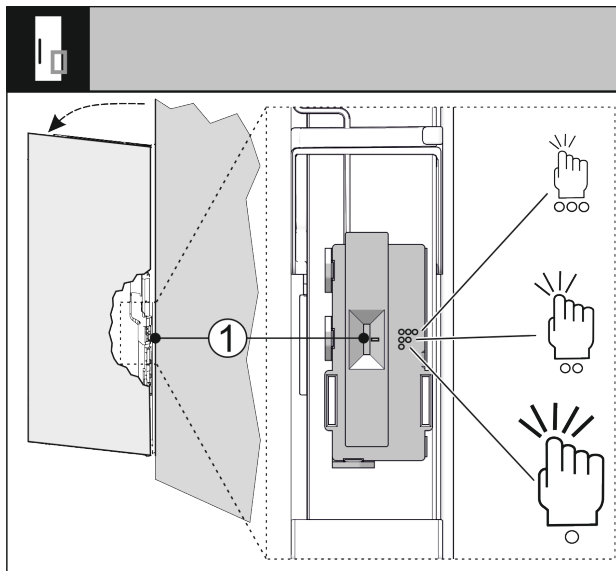

Fig. 34
U kunt de gevoeligheid van de klopsensor via een schakelaar Fig. 34 (1) instellen. De schakelaar zit aan de scharnierzijde op het onderste derde deel van de deur.
- ▶ Schuif de schakelaar Fig. 34 (1) naar de gewenste schakelaarstand.